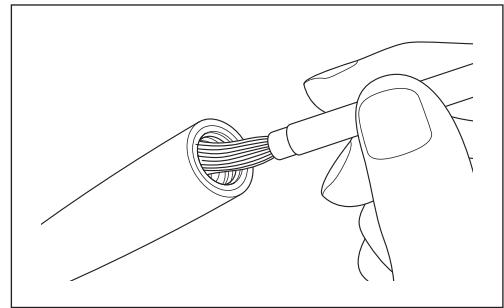

図41
- 3) パウダーハンドピース接続部内側に付着しているパウダーを付属のパウダー清掃用ブラシで取り除きます（図41）。